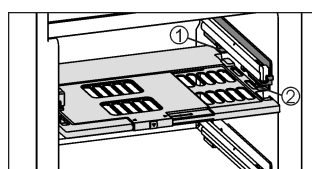

Fig. 9
- Introducir la placa de regulación de la humedad: introduzca los nervios de la tapa de la placa desde abajo en el soporte trasero Fig. 9 (1) y encájelos por delante en el soporte Fig. 9 (2).